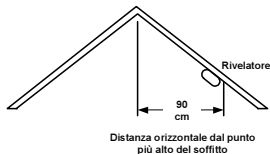

Figura 5: Posizione consigliata di installazione dei rivelatori di fumo e di calore nei locali con soffitti particolarmente inclinati
- ◆ Se alcuni soffitti delle stanze sono inclinati o ad arco, provare a montare il rivelatore a circa 1 metro, misurato orizzontalmente dal punto più alto del soffitto, come mostrato in figura 5.